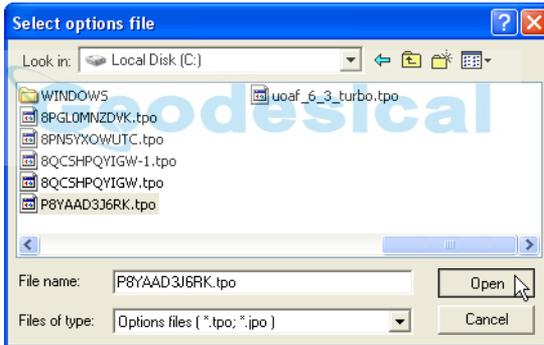

Figura 5-16. Carga de un OAF
3. Vaya a la ubicación del nuevo Archivo Autorizado de Opciones. Los OAFs tienen extensiones .jpo o .tpo y son únicos para cada receptor (Figura 5-16).
4. Seleccione el archivo adecuado y haga clic en **Open** (Figura 5-16). La nueva opción del receptor se carga en el receptor y se actualiza la tabla *Option Manager*.